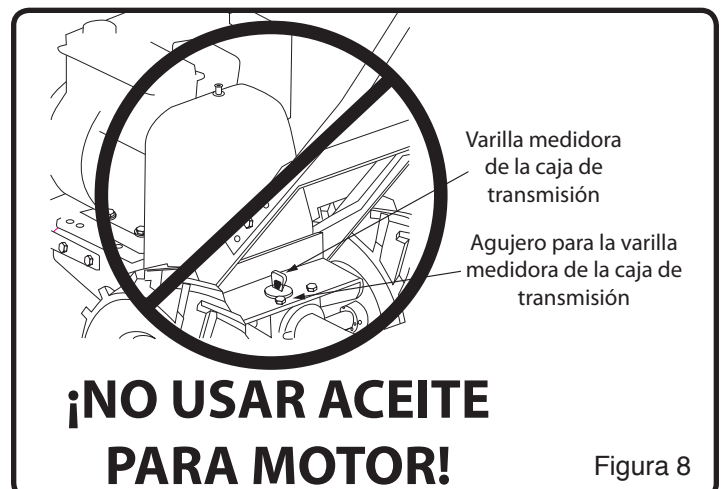

Figura 8
**NOTA:** LA CAJA DE LA TRANSMISIÓN VIENE DE FÁBRICA CON LA CANTIDAD Y TIPO CORRECTOS DE ACEITE PARA TRANSMISIÓN. (Véase la figura 8)